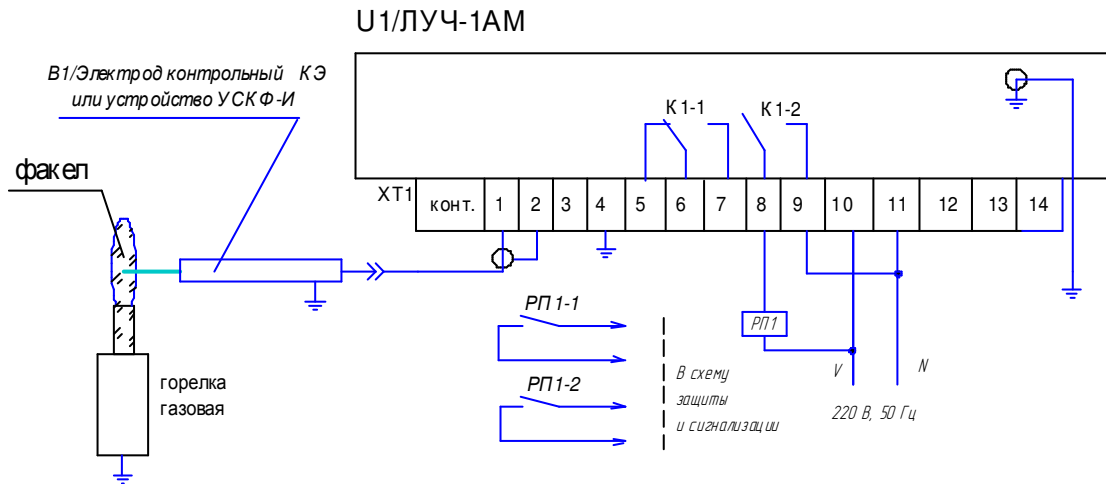

Рис.12. Типовая схема подключения сигнализатора ЛУЧ-1АМ для контроля факела газовой горелки устройством УСКФ-И или контрольным электродом типа КЭ.
- Рис. 12. Типовая схема подключения сигнализатора ЛУЧ-1АМ для контроля факела газовой горелки устройством УСКФ-И или электродом типа КЭ.